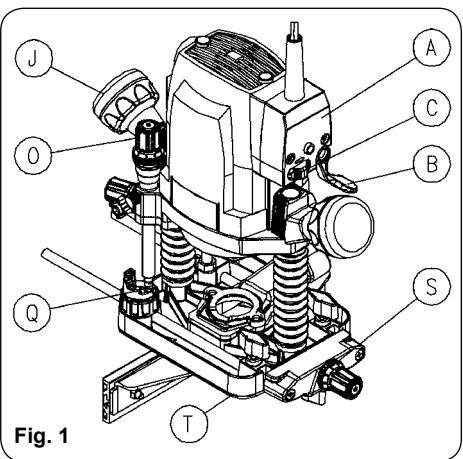
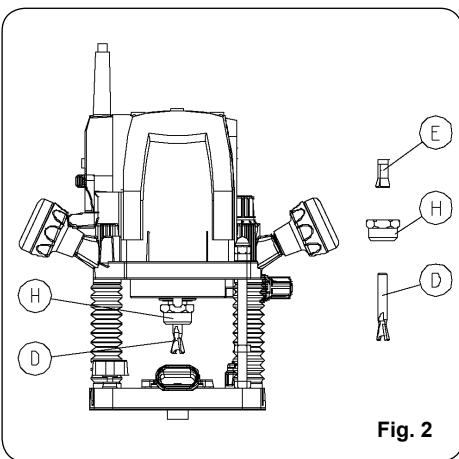
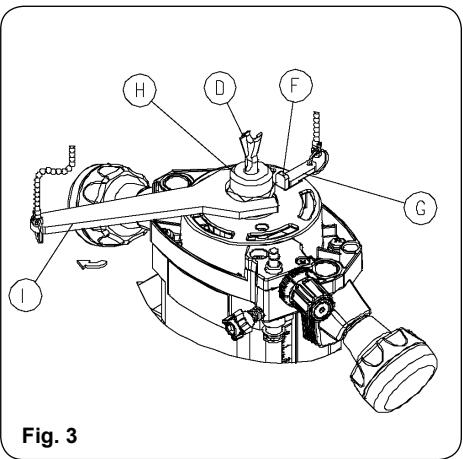
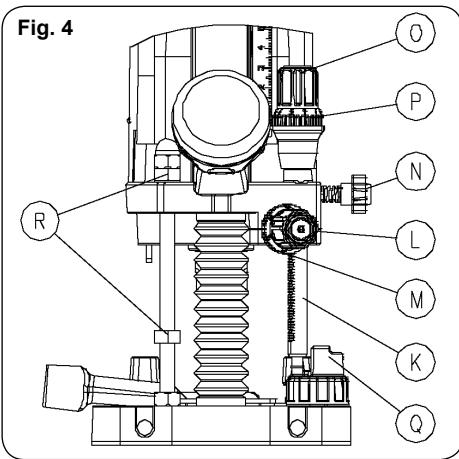

Fig. 1
Fig. 2
Fig. 3
Fig. 4
- Zawsze prowadź urządzenie obiema rękami, trzymając je za obydwa uchwyty J (Rys. 1), mając łatwy dostęp do włącznika B (Rys. 1).
Pudełko włącznika A (Rys. 1) jest zaopatrzone w dźwignię B (Rys. 1), która umożliwia uruchomienie i wyłączenie frezarki bez puszczenia uchwytu. W tym celu należy nacisnąć boczny przycisk bezpieczeństwa C (Rys. 1) i, bez zwalniania go, nacisnąć dźwignię B. Boczny przycisk bezpieczeństwa C zapobiega przypadkowemu uruchomieniu urządzenia.
Włożyć frez D (Rys. 2 i 3) w nakrętkę tulejki E (Rys. 2). Następnie zablokuj oś przez zaciśnięcie klamry G. Potem zaciśnij nakrętkę tulejki H (Rys. 2 i 3), za pomocą klucza serwisowego I (Rys. 3).
Podstawa może być blokowana w dowolnej pozycji poprzez obrócenie dźwigni J (Rys. 3), w kierunku odwrotnym do ruchu wskazówek zegara. Gdy dźwignia jest poluzowana, podstawa automatycznie wraca do swojej najwyższej pozycji w skutek działania sprężyn znajdujących się na kolumnach.
**USTAWIANIE GŁĘBOKOŚCI.** Głębokość jest ustawiana za pomocą mechanizmu zebatkowego. Głębokość frezowania przy prostym frezie palcowym i przy pracy w drewnie, może być ustawiana do 60 mm. Aby odblokować preć głębokości K (Rys. 4) docisnij pokrętło ustawiania L (Rys. 4) i obracaj nim aby podnieść lub obniżyć preć głębokości. W zależności od tego czy wymagana głębokość frezowania ma być większa lub mniejsza. Wskaźnik ustawienia M (Rys. 4) może być przesuwany niezależnie od pokrętła, dzięki czemu może być ustawiany w pozycji 0 z jakiekolwiek pozycji przy
Aby zatrzymać pręt głębokości w pożądanej pozycji zwolnij docisk na pokrętło ustawiania. Na koniec, aby upewnić się, że pokrętło jest stabilnie unieruchomione w miejscu, należy je zablokować za pomocą pokrętła N (Rys. 4).
Jeśli chcesz precyzyjnie dopasować uprzednio ustawioną głębokość, wystarczy obracać pokrętłem O (Rys. 4). Pełen obrót pokrętła przesuwa pręt o 1 mm, przy maksymalnym dystansie 5 mm.
Każda podziałka na wskaźniku P (Rys. 4) pokrętla odpowiada przesunięciu o 0,1 mm.
Aby wykonać frezowania, które są zbyt głębokie żeby miały powstać po jednym frezowaniu, zalecamy wykonanie kilku powtórzeń frezowania za pomocą sześciu 3-mm stopni na obrotowej kolumnie głębokości Q (Rys. 4).
Obniż urządzenie do momentu, w którym frez będzie na tym samym poziomie co powierzchnia, na której spoczywa frezarka. Użyj pokrętła blokującego J (Rys. 3), aby przytrzymać urządzenie w tej pozycji. Poluzuj pokrętło N (Rys. 4), następnie wciśnij i obracaj pokrętło ustawiania L (Rys. 4) do momentu, w którym pręt głębokości będzie naciskał na niższy stopień obrotowej kolumny głębokości, posługując się w razie konieczności pokrętłem precyzyjnego ustawienia. W tej pozycji obracaj wskaźnik głębokości M (Rys. 4) aż pozycja 0 będzie odpowiadać wskaźnikowi odniesienia. Będzie to pozycja początkowa wskazująca na miejsce, w którym frez wchodzi w kontakt z obrabianym materiałem. Przytrzymaj pręt w miejscu za pomocą pokrętła N (Rys. 4). Zwolnij pokrętło blokujące i pozostaw urządzenie wyłączone.
Poluzuj pokrętło N, po czym docisnij i obracaj pokrętło ustawiania L, przesuwając pręt K (Rys. 4) do pożąданej głębokości frezowania. Następnie ponownie posłuż się pokrętłem N aby obracać kolumnę Q (Rys. 4) dopóki najwyższy stopień nie znajdziesz się pod prętem K (Rys. 4). Wykonaj pierwsze frezowanie na materiale. Obróć kolumnę Q na następny stopień i wykonaj kolejne frezowanie, po czym postępuj tak kolejno dopóki nie osiągniesz pożądanego głębokości, którą uzyskasz gdy dojdiesz do najniższego stopnia.
Aby wykonać kilka powtarzanych prac, przy których wymagana jest ta sama głębokość frezowania, przydatna może się okazać funkcja zapobiegania zwolnieniu głowicy przez przypadkowe poruszenie gałki blokującej J (Rys. 1). Można to osiągnąć przez założenie dwóch nakrętek M8 R (Rys. 4) na trzpień
- Jak tylko zakończymy zadanie, należy ściągnąć nakrętki R (Rys. 4) aby odblokować ustawienie głębokości frezowania i powrócić do normalnych warunków pracy przy blokadzie J (Rys. 1).